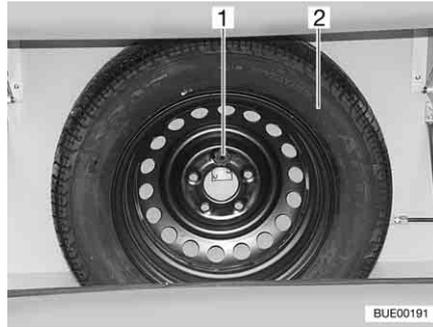

Fig. 213 Soporte para rueda de repuesto
El soporte para la rueda de repuesto está instalado en la caja para bombonas de gas. Pagando un sobreprecio puede obtener la rueda de repuesto (Fig. 213,2).
- Soltar el tornillo (Fig. 213,1).
- Sacar la rueda de repuesto (Fig. 213,2).